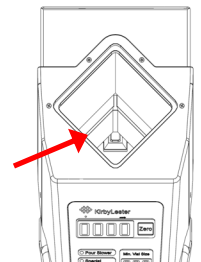

Fig. 11
2. Glass Detector Windows (Fig. 11)